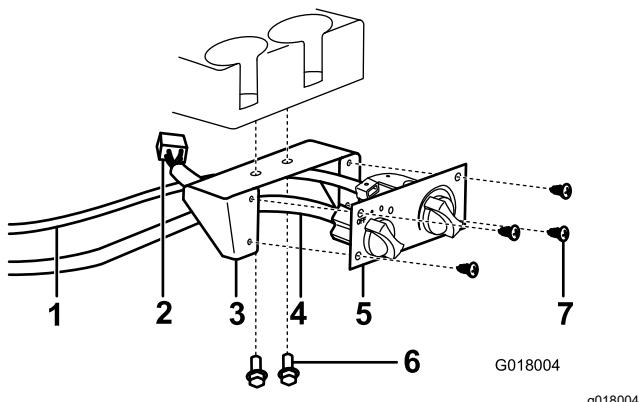

図 29
6. ヒーターコントロールマウントをダッシュボードカッパホルダーの下に取り付けるフランジヘッドボルト 2 本とナットを使用する図 29。
7. ヒーターコントロールケーブルと黒色のワイヤハーネスコネクタを、ヒーターコントロールとヒーターのワイヤハーネスの白色コネクタに接続する図 29。
8. ヒーターコントロールマウントに、ヒーターコントロールを取り付けるビス 4 本を使用する図 29。